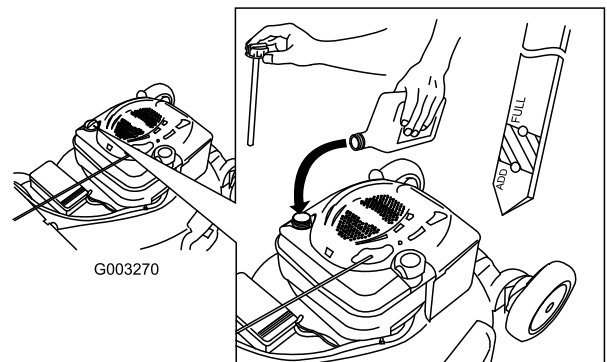

Figure 36
12. Sortez de nouveau la jauge et contrôlez le niveau d'huile ; voir Figure 36.